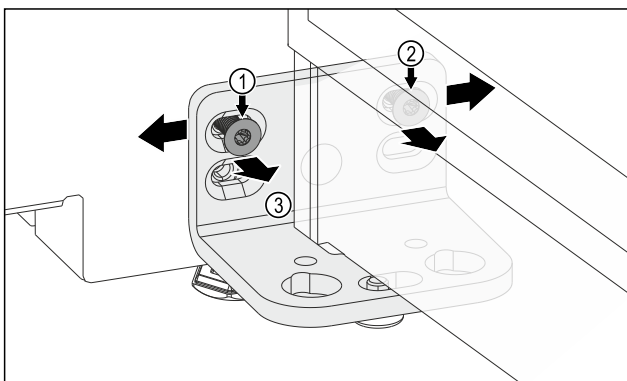

Fig. 13
- ▶ Schraube Fig. 13 (1) und Schraube Fig. 13 (2) lösen. Für Schraube Fig. 13 (2) brauchen Sie einen kurzen Winkelschraubendreher.
- ▶ Tür mit Scharnierwinkel Fig. 13 (3) nach links verschieben.
- ▶ Tür mit Scharnierwinkel Fig. 13 (3) nach rechts verschieben.
- ▶ Endposition der Tür ist erreicht: Schraube Fig. 13 (1) und Schraube Fig. 13 (2) festschrauben.